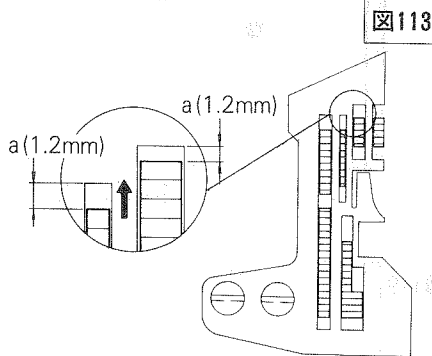

図113
主送り歯が送りきったとき、針板と主送り歯との間隔(a寸法)を図113、114のように合わせてください。調節するときは、ネジ⑨を弛めて主送リクランク②を前後に動かしてください。